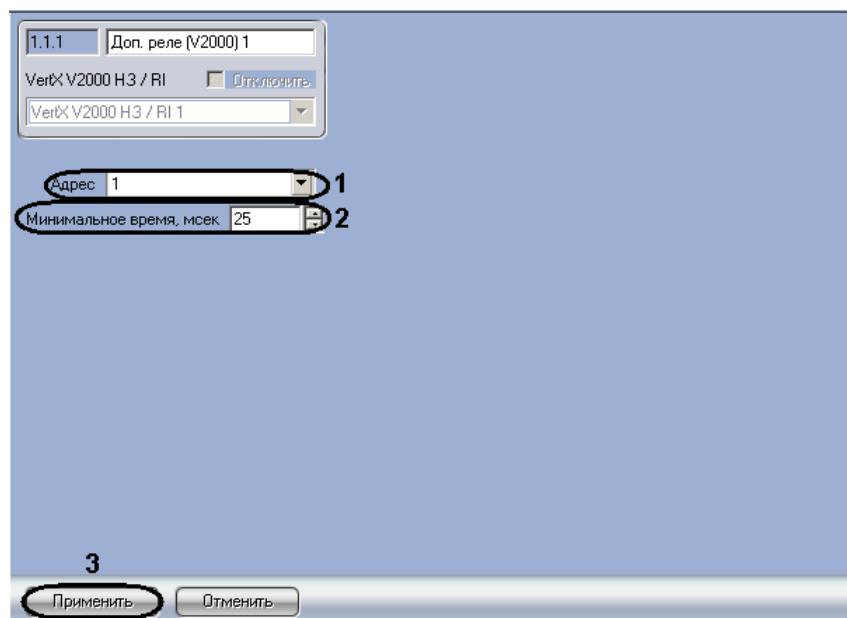

Рис. 3.7—9 Настройка дополнительных реле
- Выбрать адрес реле из соответствующего раскрывающегося списка (см. Рис. 3.7—9, 1).